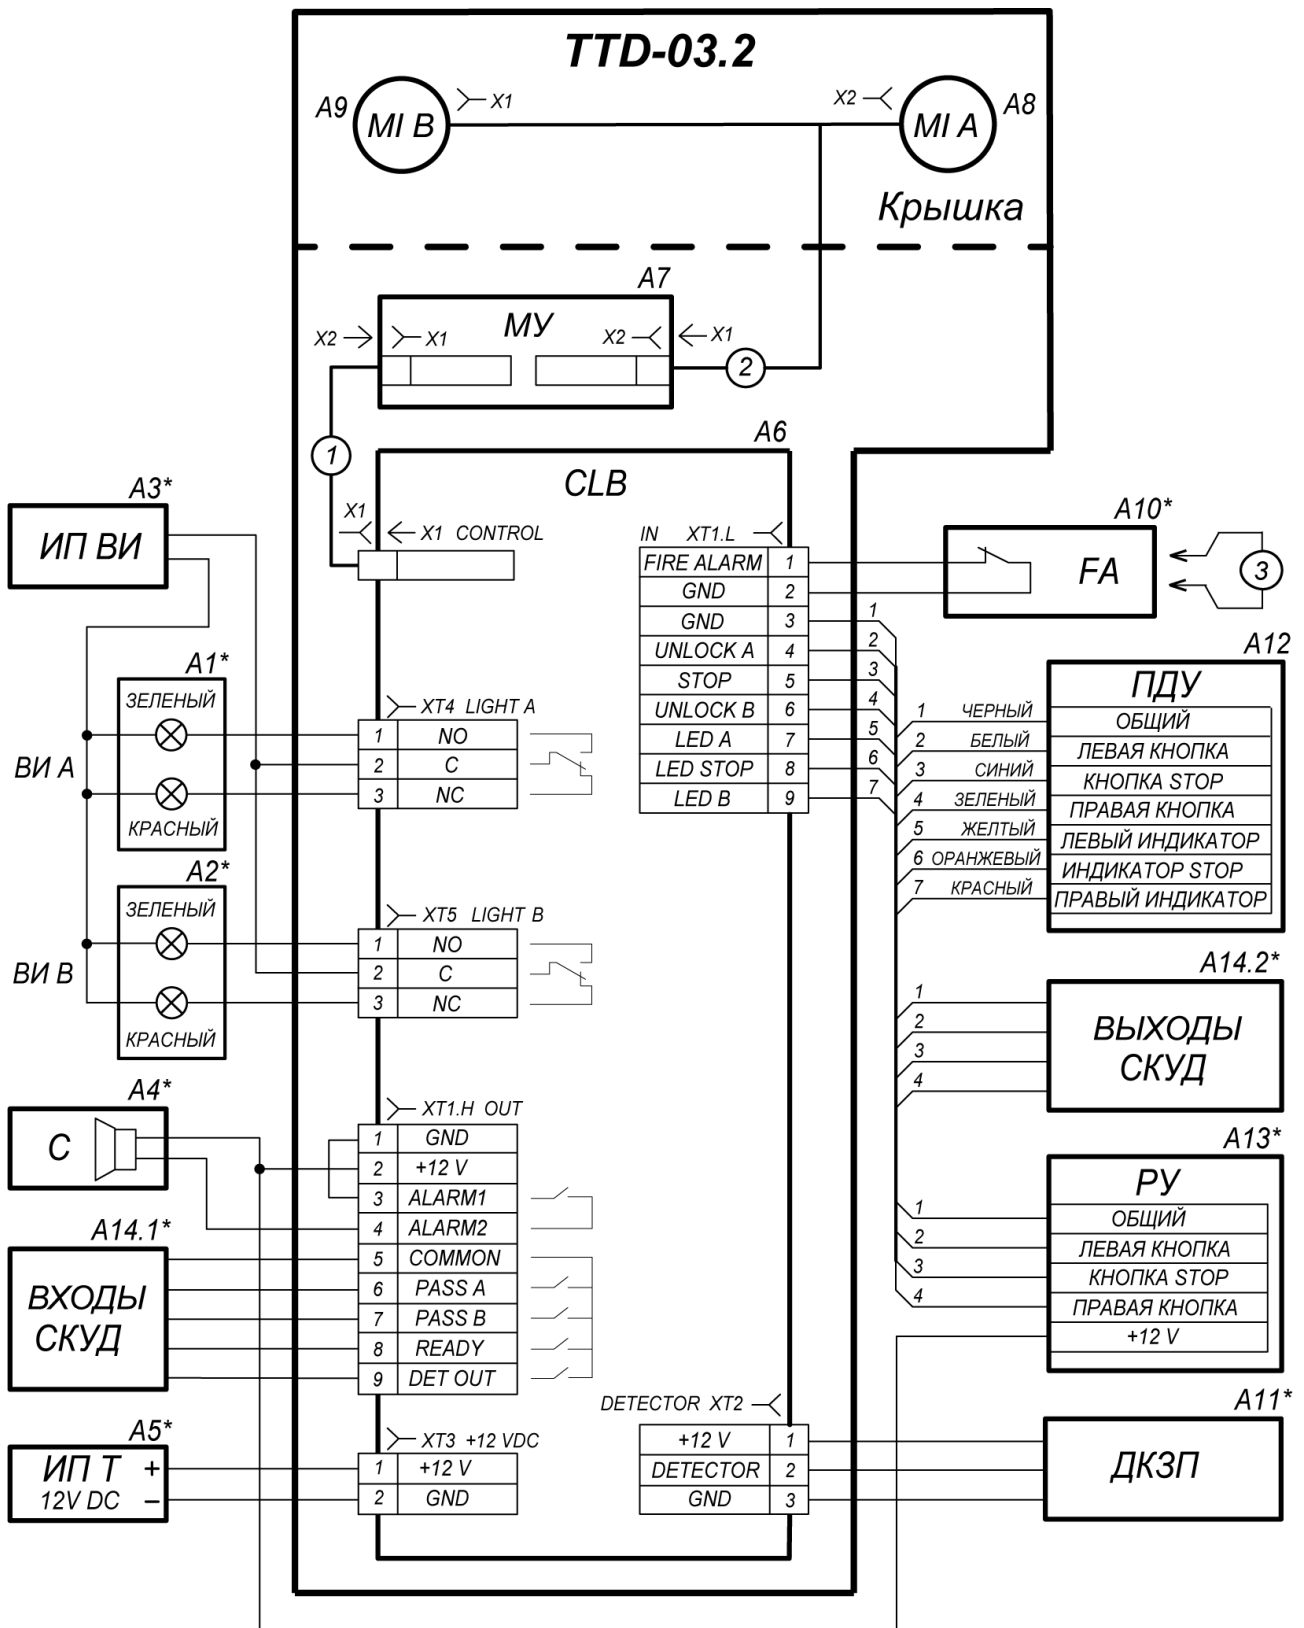

Рисунок 13. Схема электрическая соединений¹
Схема подключения турникета приведена на рис. 13. Расположение клеммных колодок на плате управления указано на рис. 4. Используемые при монтаже кабели указаны и их максимальная длина указаны в разд. 8.3. Рекомендации по подготовке установочной поверхности и организации зоны прохода приведены в разд. 8.1.
9. Установите источник питания турникета (11) на отведенное для него место (порядок монтажа источника питания указан в *Паспорте* на этот источник питания).
10. Подключите кабель питания (14) от источника питания турникета (11) к клеммной колодке ХТЗ на плате CLB. Подключите кабель (13) ПДУ (12) к клеммной колодке ХТ1.L на плате CLB. Подключите, при необходимости, кабели от других устройств к соответствующим клеммным колодкам платы CLB (см. рис. 13 и 4). При подключении устройства, подающего команду аварийной разблокировки, снимите перемычку в виде провода, установленную между контактами *Fire Alarm* и *GND* клеммной колодки ХТ1.L (*In*).
Проведите визуальный осмотр устройства доворота (толкателя, пружин и ролика), оптических датчиков поворота преграждающих планок и демпфирующего устройства (см. рис. 13). Удалите чистой ветошью, смоченной спирто-бензиновой смесью, возможное загрязнение с поверхности кольца контрольного, находящегося в зазоре оптических датчиков поворота преграждающих планок. Проконтролируйте, чтобы грязь не попала в рабочие зазоры обоих оптических датчиков поворота преграждающих планок.